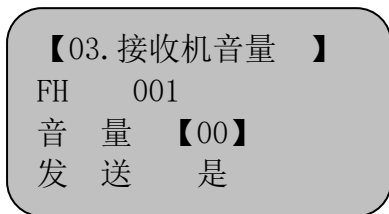

图 5
6、当光标【】移动至【02.远程开关】，按下⑦键，画面进入菜单3，如图5所示，若需修改第5组的音量，操作为：选择【FH】对应的【005】组，若需修改第126只接收机的音量，操作为：选择【CH】对应的126号接收机即可。音量的调整范围为00-15。